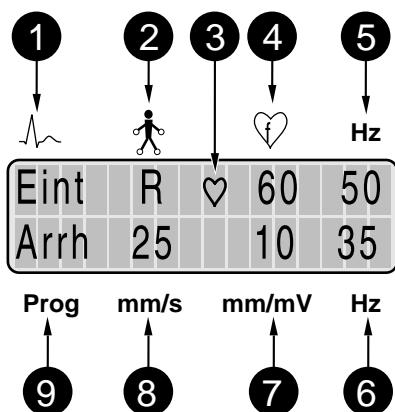
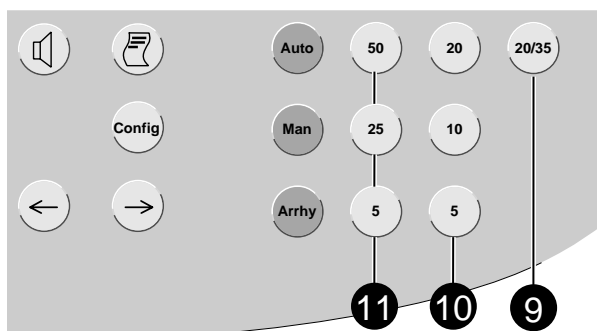

Bild 7-1. Anzeige in der Betriebsart „Arrhythmie“
Bild 7-2. Bedienungselemente
In der Werkseinstellung wählt der MAC® 500 dann folgende Funktionen und Einstellungen (die wichtigsten Einstellungen werden auf dem Display angezeigt (Bild 7-1)):
- die Registriersequenz „Standard“ (I, II, III, aVR, aVL, aVF, V1 ... V6; Eint = „Standard“, Cab1 = „CABRERA“ (1, Bild 7-1)
- eine Empfindlichkeit von 10 mm/mV (7, Bild 7-1); sie kann jederzeit mit den Tasten (10) umgeschaltet werden (Bild 7-2)
- das Netzfilter (50 Hz) ist eingeschaltet (5, Bild 7-1)
- das Muskelfilter (35 Hz) ist eingeschaltet (6, Bild 7-1); es kann jederzeit mit Taste (9) ausgeschaltet werden (Bild 7-2)
- eine Papiergeschwindigkeit von 25 mm/s; sie kann jederzeit mit den Tasten (11) umgeschaltet werden (Bild 7-2)
- Bevor Sie das Programm mit  starten, sollten Sie sich vergewissern, daß kein Hinweis auf eine abgefallene Elektrode im Display vorhanden ist (2). Bleibt der Hinweis bestehen, obwohl Sie alle Elektroden überprüft haben, deutet das auf eine unterbrochene Patientenleitung hin. Tauschen Sie die Leitung aus. Prüfen Sie ebenfalls den Papiervorrat.